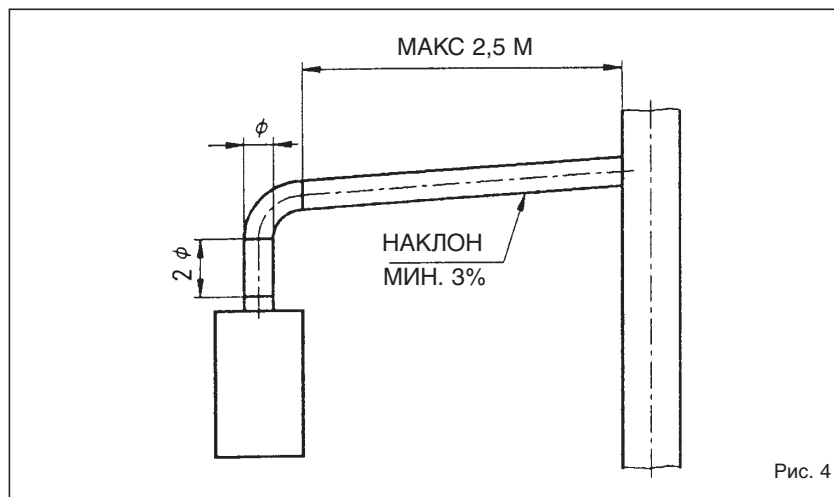

Рис. 4
2.3.1 Подсоединение дымовой трубы (Рис. 4)
На рис.4 изображено подсоединение котлоагрегата к дымовой трубе или дымоходу при помощи дымовых каналов в соответствии с предписаниями норматива UNI 7129/92 для аппаратов с номинальным расходом тепла не более 35 кватт.